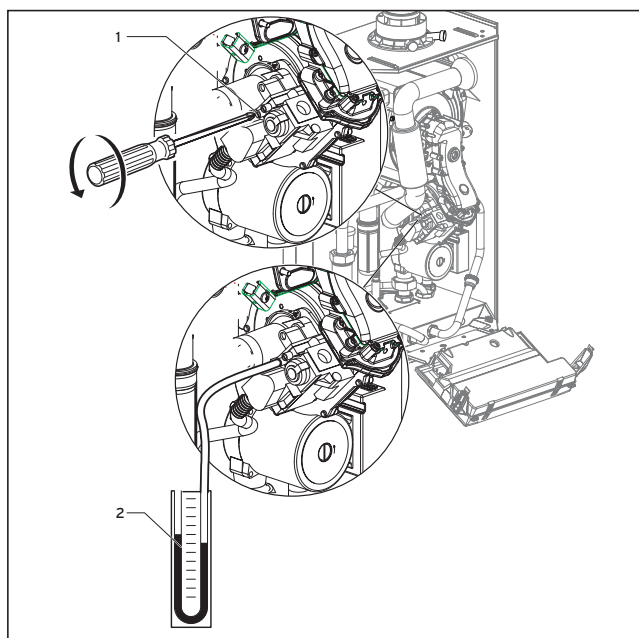

Рис. 5.3 Измерение входного давления
Для проверки входного давления выполните следующие действия (ср. рис. 5.3):
- Снимите манометр и снова завинтите до отказа уплотнительный винт (1, рис. 5.3).